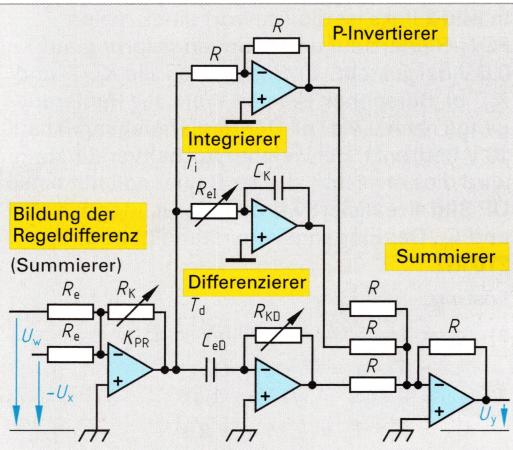

Bild 1: PID-Regler mit Operationsverstärker
- In **Bild 1** sind 6 gleiche Widerstände R vorhanden. Warum ist der Wert von R ohne Einfluss auf den Regler?